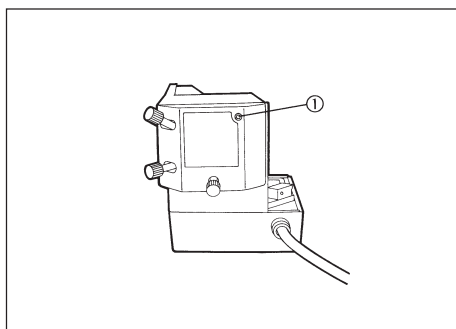

Fig. 1
1. A l'aide du tourne-vis Allen fourni avec le statif microscope, desserrer la vis de fixation de l'embase lampe ①. (Fig. 1)